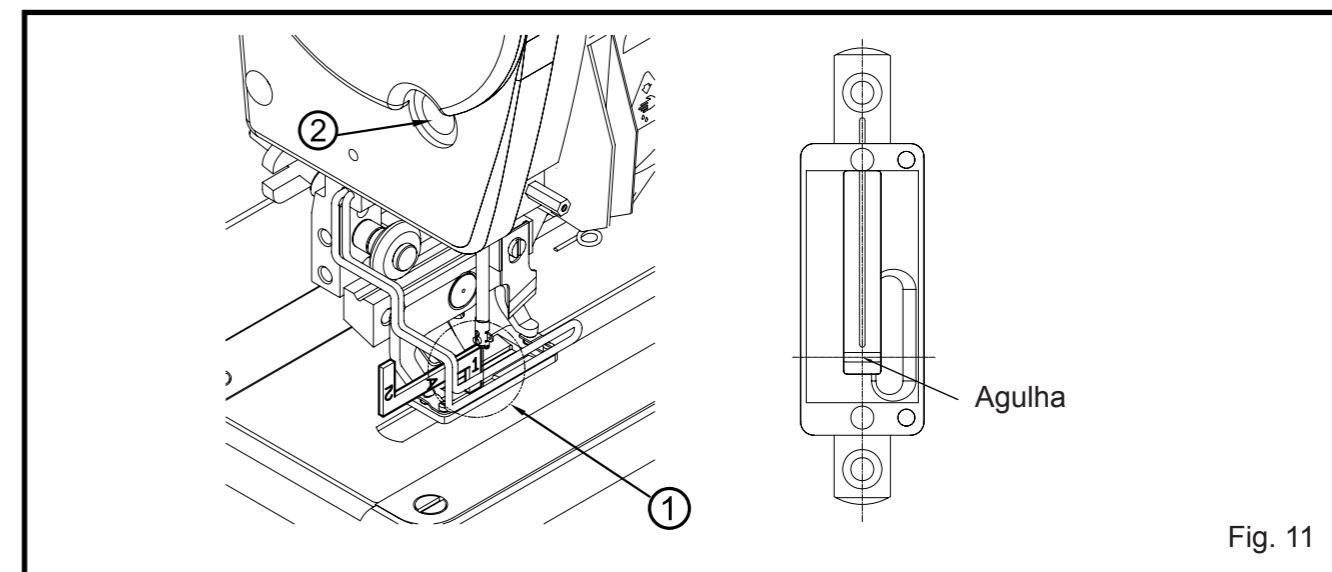

Fig. 11
- (1) Posicione a bitola [1] ① entre o ponto inferior da barra de agulha e das placas da agulha conforme a seção na Fig. 11.
- (2) Quando a placa da agulha tocar a guia de posição [1] ①, afrouxe o parafuso fixador da luva corrediça da barra de agulha para ajustar a altura da barra de agulha.